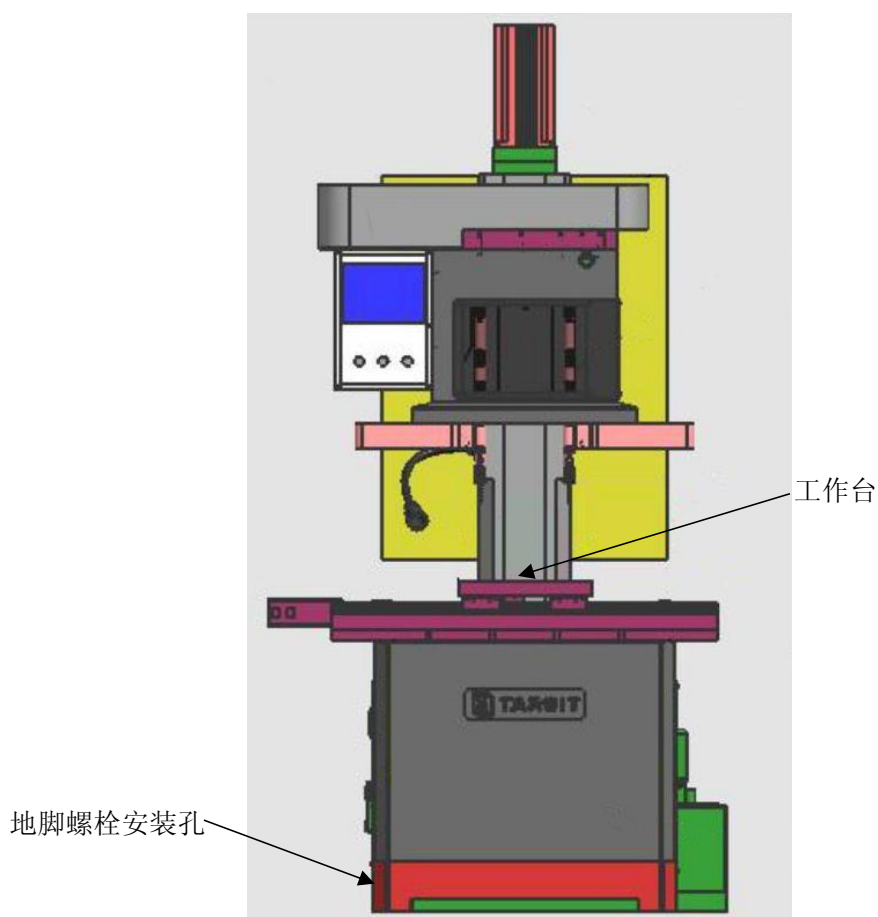

图 2
当机床吊放到地脚螺钉上以后，用水平仪放在图 2 所示机床工作台面上，纵横交替移动进行水平调整，并不断微调地脚螺栓，直至将机床按说明书要求调平为止。
**设 X、Z 原点：**X 轴（工作台）、Z 轴（传动机架）在加工完成后设定的停止位置。一般设置在方便取零件又尽量离加工零件近的位置。在上图 2 号区的最上面设置。设置完成后有一个机械对零的过程。